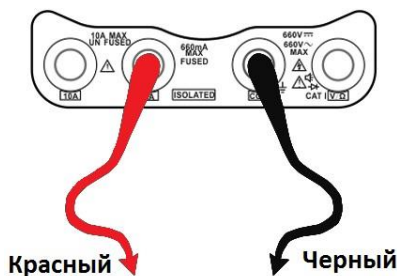

Рис.37
1. Подключить черный щуп к разъему **“COM”**, а красный щуп к разъему **“mA”** ССТV-тестера для измерения тока не более 660мА (Рис.37) или к разъему **“10A”** для измерения тока до 10А.